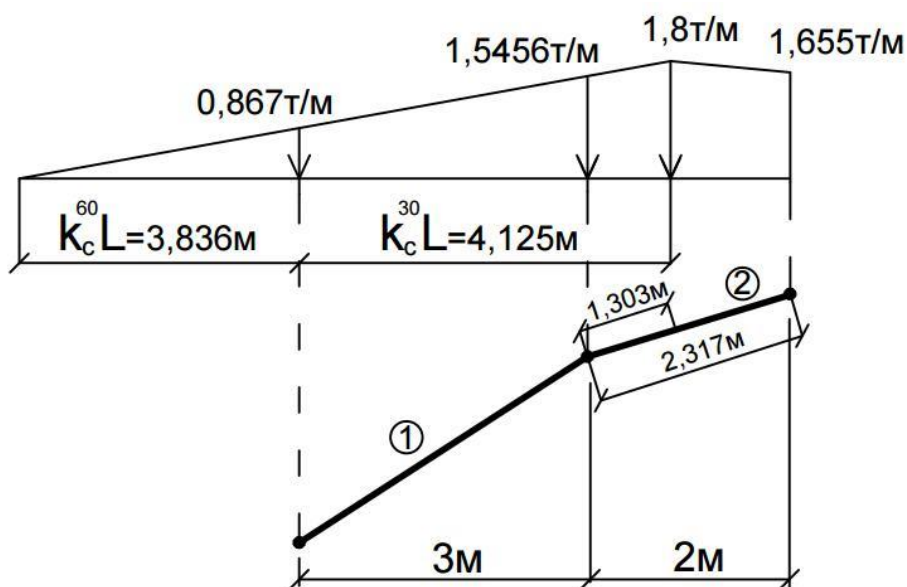
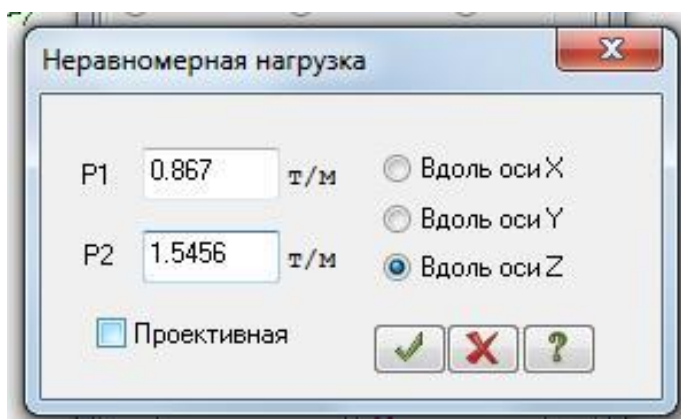
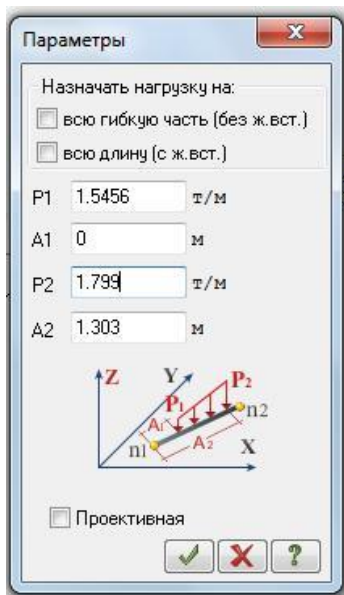
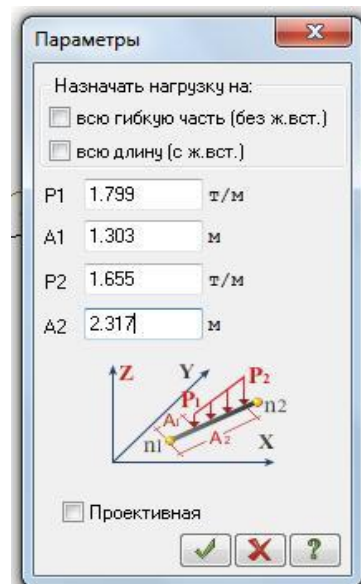

Рис.2.27. Определение значений нагрузок
Рис. 2.28. Задание неравномерно распределенной нагрузки
Рис. 2.29. Задание неравномерно распределенной нагрузки
Рис. 2.30. Задание неравномерно распределенной нагрузки
- Неравномерная нагрузка: задайте в строках значения $P1=0,867\text{т/м}$ и $P2=1,5456\text{ т/м}$ (значения нагрузок определены по интерполяции рис.2.27) и отметьте пункт Вдоль оси Z. Нажмите кнопку Применить (рис. 2.28).
- И так же через окно Параметры задайте следующие параметры, определенные по интерполяции (рис.2.27), $P1=1.5456\text{т/м}$, $P2=1.8\text{т/м}$, $A1=0$, $A2=1.303\text{м}$ (рис. 2.29).
- Через окно Параметры задайте следующие параметры, определенные по интерполяции (рис.2.27), $P1=1.799\text{т/м}$, $P2=1.655\text{т/м}$ (рис. 2.30).